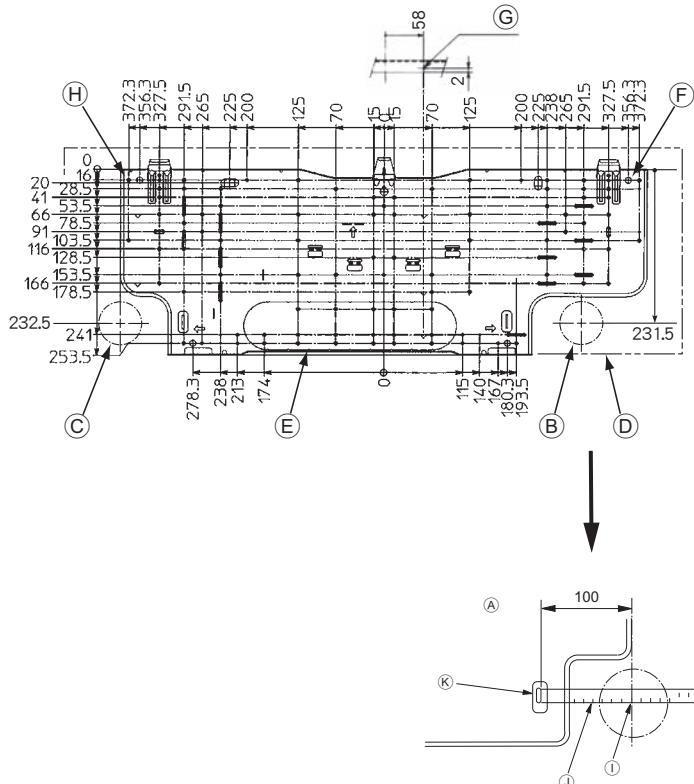

Fig. 3-2
■ PKFY-P·VHM-E (Fig. 3-2)
- Ⓐ Piastra di montaggio ①